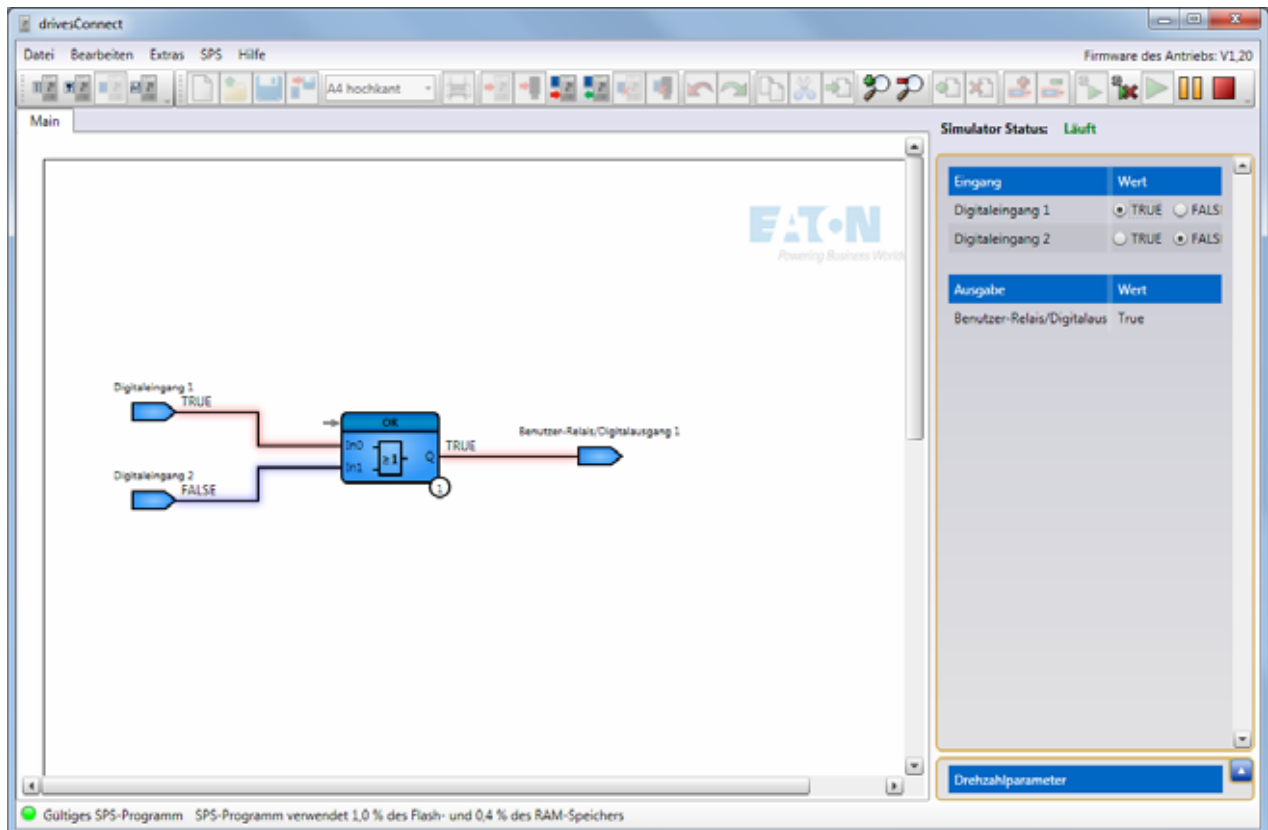

Abbildung 103: Simulation aktiv
**Beispiel** (siehe Abbildung 103):